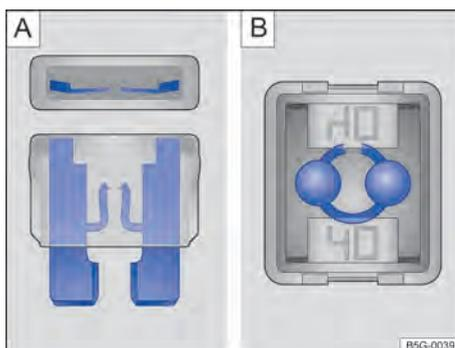

Fig. 239 Fusível queimado: A) fusível plano, B) fusível de bloqueio. ▶
- Um *fusível plano* (ATO®, MINI®) queimado é reconhecido de cima ou de lado pela carcaça transparente nas faixas metálicas derretidas → Fig. 239 **A**.
- Um *fusível de bloqueio* (JCASE®) queimado é reconhecido pelas faixas metálicas derretidas por cima da carcaça transparente → Fig. 239 **B**.